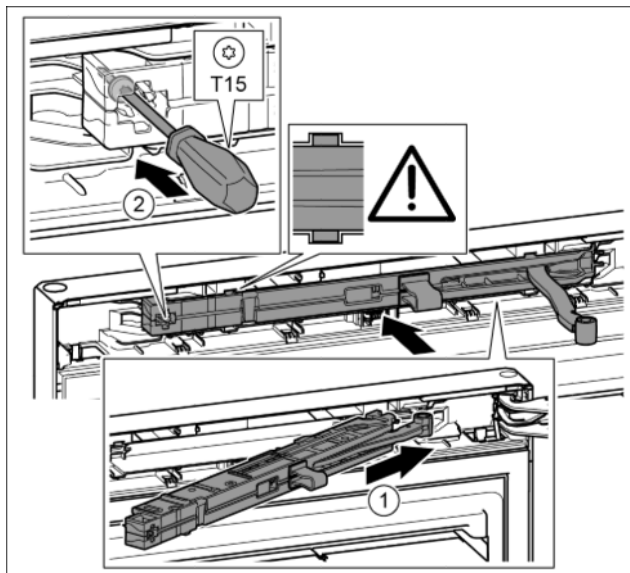

Fig. 23
- Introduire à fond l'amortisseur de fermeture du côté du support de palier dans la rainure en l'inclinant. Fig. 23 (1)
- Serrer la vis avec un tournevis T15. Fig. 23 (2)